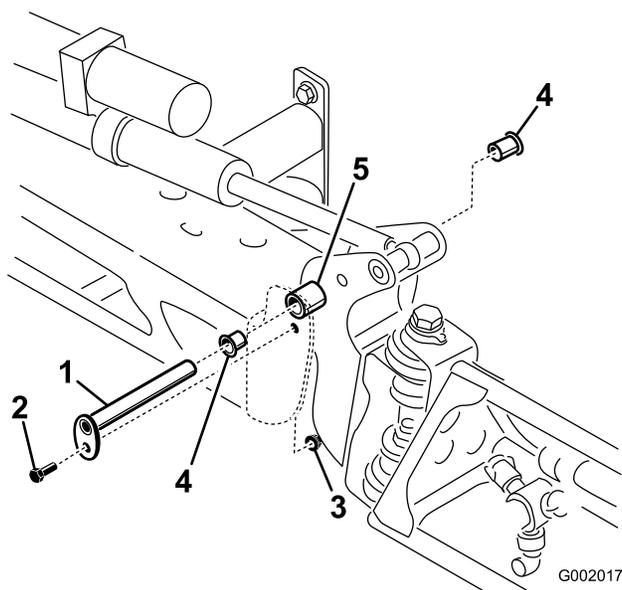

Figura 70
- Instale el conjunto de brazo y soporte del pivote en el bastidor central, alineando los orificios (Figura 70).
- Con el peso del brazo apoyado, retire el perno y la tuerca que fijan el pasador de giro al conjunto del brazo (Figura 70). Retire el pasador de pivote.
- Retire los casquillos de nylon desde delante y desde detrás del soporte del pivote e inspecciónelos (Figura 70). Sustituya cualquier casquillo dañado.